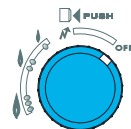

Рис. 13
Установите кнопку-регулятор подачи газа (23) в положение OFF (рис. 13).